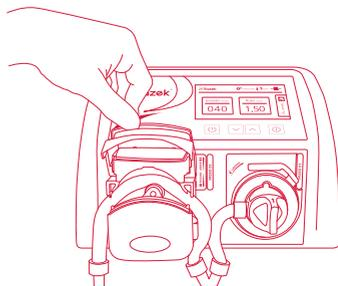

Figura 30 - Remoção do tubo de silicone do sistema de bombeamento.
6. Abra a tampa do sistema de bombeamento (Figura 30);